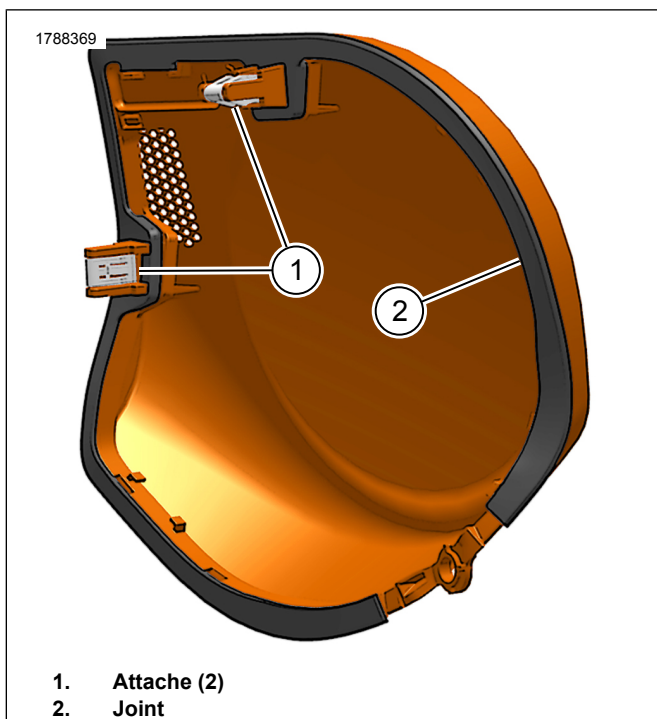

Figure 6. Joint de la grille
- a. Voir la figure 6. Vérifier que les attaches (1) et les joints (2) sont en place sur la grille.